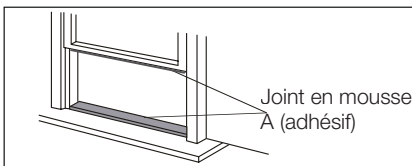

Fig. 12
1. Coupez les joints en mousse (adhésifs) à la bonne longueur et fixez-les à la fenêtre et au rebord. (Fig. 12)